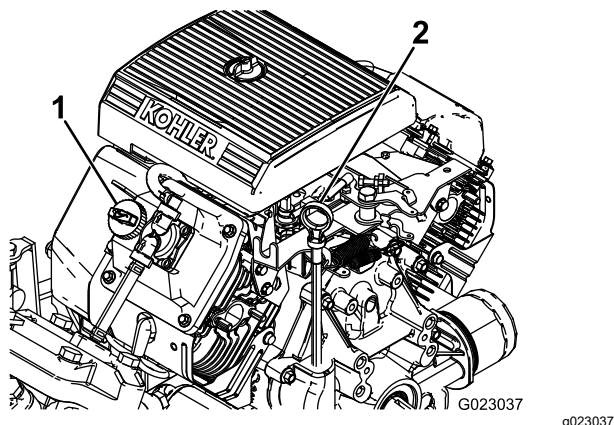

Figure 10
2. Retirez la jauge et essuyez-la sur un chiffon propre (Figure 10).
4. Si le niveau d'huile est trop bas, retirez le bouchon de remplissage du couvre-culasse (Figure 10) et versez la quantité d'huile nécessaire dans l'orifice pour amener le niveau au repère MAXIMUM sur la jauge ; voir Entretien du moteur \(page 51\) pour connaître le type d'huile et la viscosité qui conviennent.